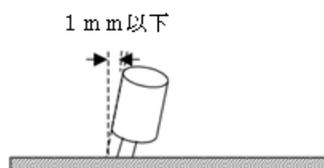

図10 基板の取り付け
- ④炭素皮膜抵抗器以外の部品は基板に対して垂直に取り付けること。各部品の曲がりの範囲は図10のとおりとする。